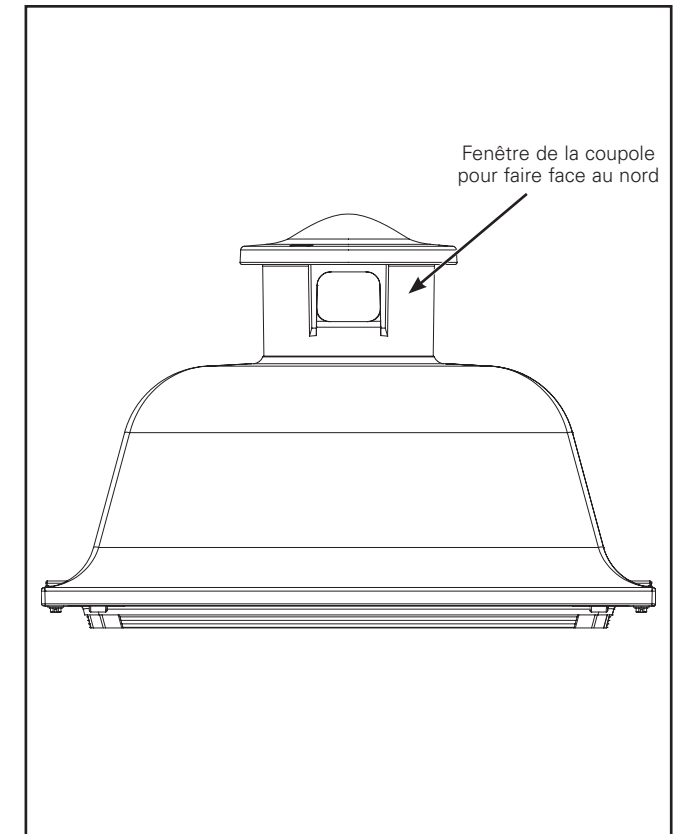

Figure 5.
Installation standard pour luminaire ouvert (figure 1 et figure 5)**Outils requis :**
3. Faites tourner la coupole jusqu'à ce que la fenêtre de la coupole soit face au nord. Alignez la flèche du nord du réceptacle de photocontrôle avec la fenêtre de la coupole. Resserrez les vis et installez le photocontrôle (figure 5).